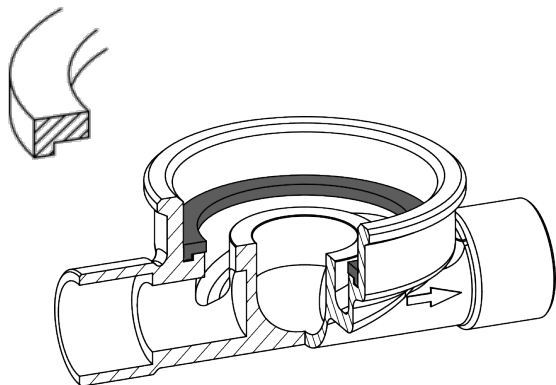

Abbildung 3. Montage Profildichtung IST
1. Beigelegte Dichtung mit der Planseite nach oben in das EAT einlegen (Abb. 3).